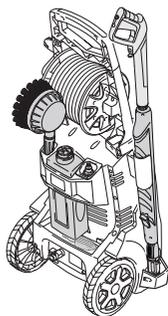

Fig. 42
6. Rangez les accessoires dans le compartiment de rangement et à l'arrière de l'appareil (Fig. 42).